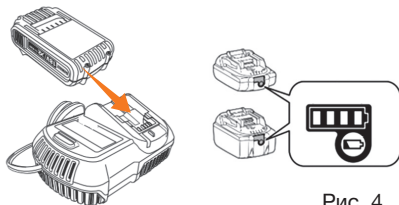

Рис. 4
- Вставьте вилку зарядного устройства **3** в розетку электрической сети 230В. Индикатор на зарядном устройстве загорится зеленым светом (Рис. 4).
- Подключите аккумулятор **2** к зарядному устройству **1**. Индикатор на зарядном устройстве загорится красным светом, и начнется процесс зарядки (Рис. 4).